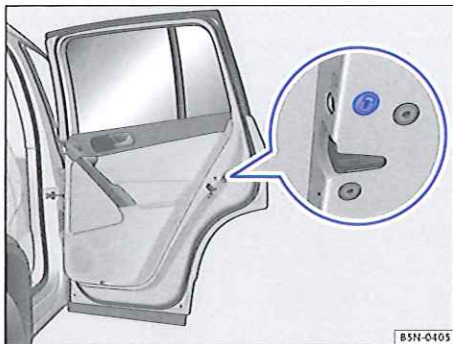

Fig. 211 Sur le chant de la porte arrière droite : verrouillage d'urgence masqué par un joint en caoutchouc.
- Retirez le joint en caoutchouc du chant de la porte. Le joint est repéré par un cadenas  ⇒ fig. 211.